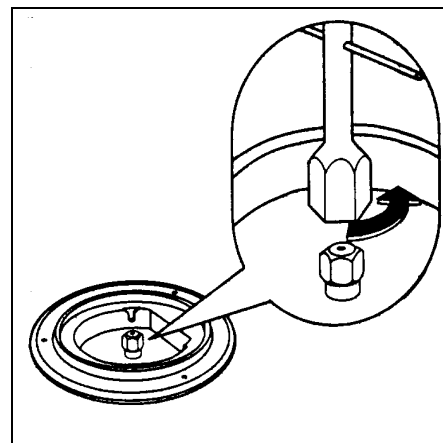

fig.13
3. Avec une clé douille de 7, dévissez les injecteurs (fig. 13) et remplacez-les par ceux convenant au type de gaz utilisé (voir tableau n°1).